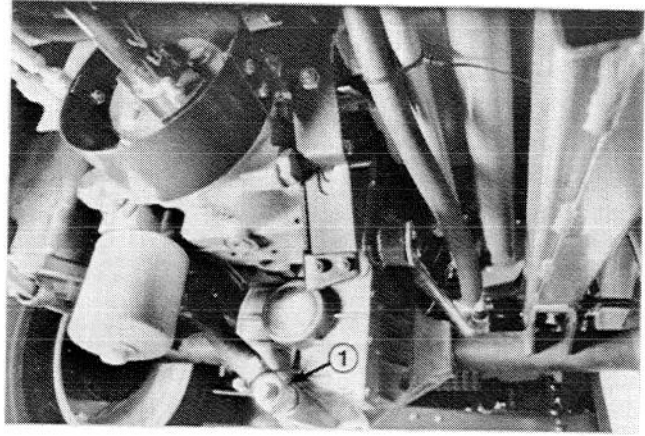

Figura 42
2. Limpiar el area alrededor de los tres tapones de drenaje (uno a cada extremo y uno en el centro (Figura 42).